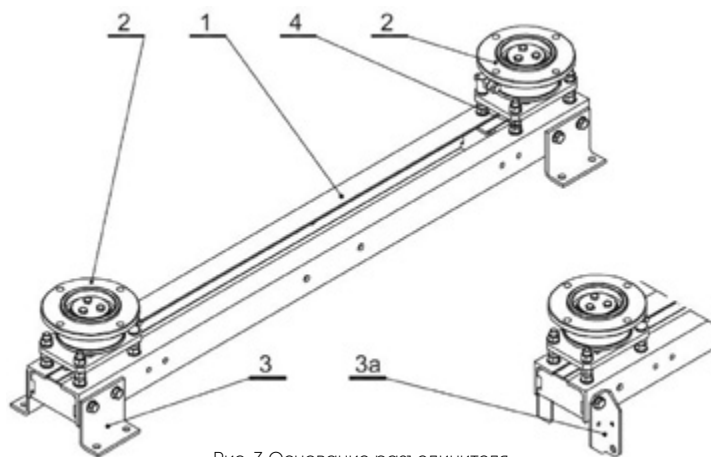

Рис. 3 Основание разъединителя.
Основанием разъединителя (Рис. 3) является сваренный угловой профиль (1). Антикоррозионная защита металлоконструкций основания выполнена методом горячего цинкования. В центральной части находятся отверстия для крепления кривошипной передачи и опорной конструкции для привода. На концах основания расположены отверстия для установки поворотной опоры (2), а по бокам – уголки для монтажа разъедини-